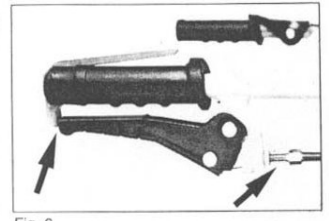

Fig. 6
- Check at koblingskablet har lidt frigang (fig.6).
- 1) Sæt gashåndtaget til halv gas. Påvirk dødemandsgrebet (fig.6).